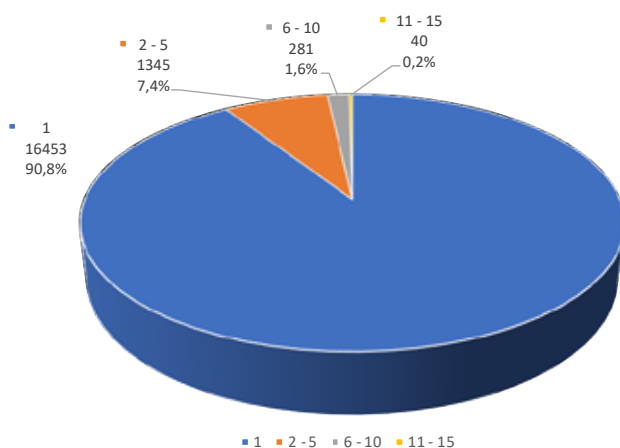

Bild 2: 90% aller Fachbedeutungen kommen jeweils nur in einem Bundesland vor.
- ▶ Es gibt keine Fachbedeutung, die in allen Bundesländern vorhanden ist. 90 % Fachbedeutungen (16.453) kommen nur in einem Bundesland vor, siehe Bild 2.